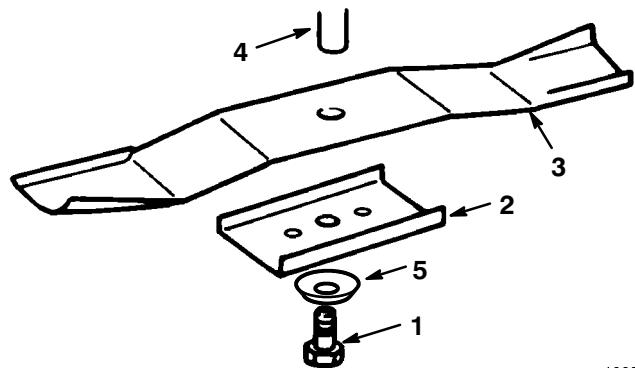

Figure 31
3. Enlevez le boulon (clé de 16 mm [5/8"]], la rondelle bombée, le porte-lame et la lame (Fig. 31). Pour enlever le boulon, bloquez éventuellement la lame en introduisant une cale en bois entre la lame et le carter de tondeuse.
1. Montez la lame, le porte-lame, la rondelle bombée (face concave vers la lame) et le boulon de lame (Fig. 31).